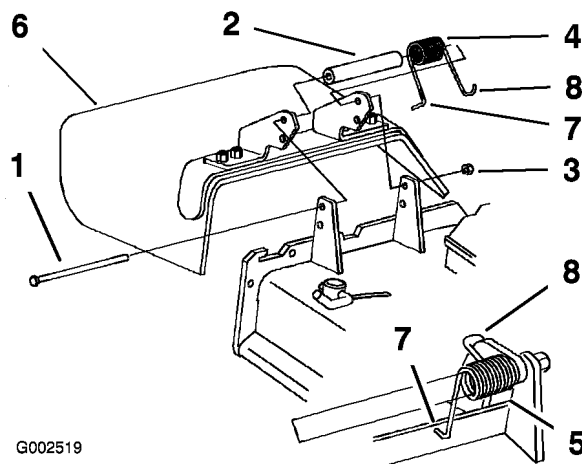

Figura 76
- Togliete il dado di bloccaggio, il bullone, la molla e il distanziale che fissano il deflettore alle staffe orientabili del tosaerba (Figura 76).
Nota: Verificate che l'estremità a L della molla si trovi dietro il bordo del piatto di taglio prima di montare il bullone, come illustrato nella Figura 76
- Infilate l'estremità a gancio J della molla attorno al deflettore dello sfalcio (Figura 76).